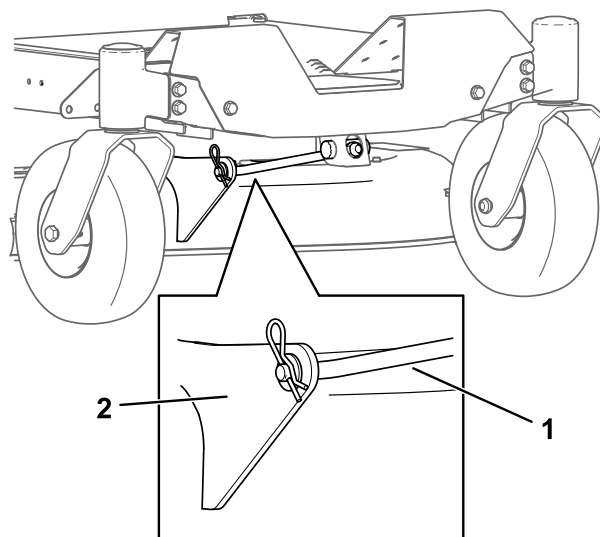

Figura 71
5. Îndepărtați tiftul în formă de agrafă de pe tija de sprijin din faă i scoatei tija din suportul pentru punte (Figura 71).
- Fixați tija de sprijin față la puntea mainii de tuns iarba cu tiftul cu cap și gaură i tiftul în formă de agrafă (Figura 71).